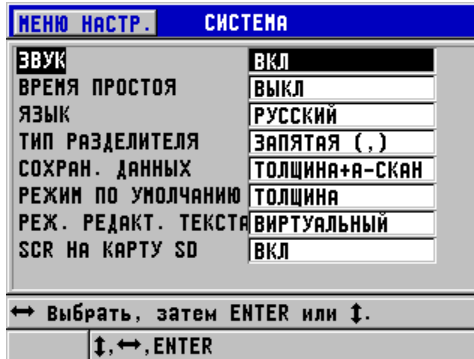

Рис. 8-2 Окно СИСТЕМА
1. Находясь в окне измерений, нажмите [SETUP], затем выберите СИСТЕМА. Открывается окно СИСТЕМА (см. Рис. 8-2 на стр. 152)